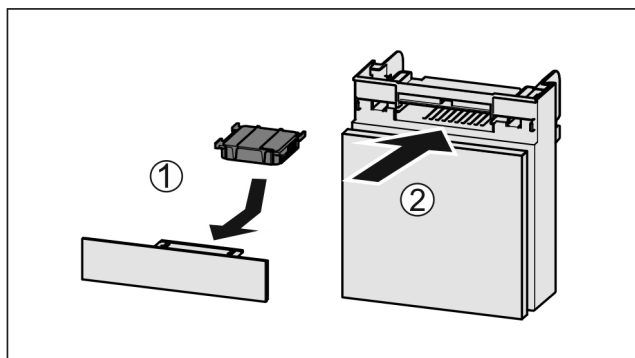

Fig. 182
- ▶ Установите фильтр с активированным углем, как показано на рисунке Fig. 182 (1).
- ▶ Вставьте отделение Fig. 182 (2).